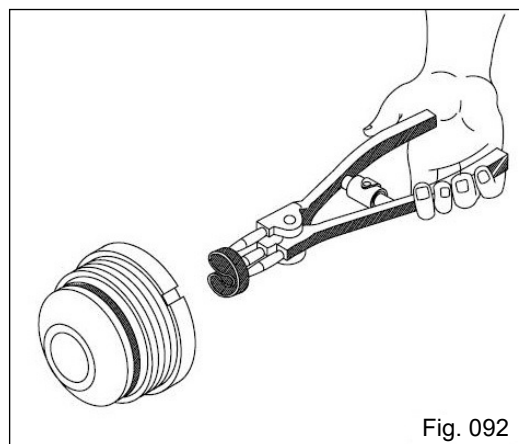

Fig. 092
b) Introduza a gaxeta na furação do guia da haste até a altura do alojamento e solte a gaxeta acomodando-a no lugar (Fig. 092);